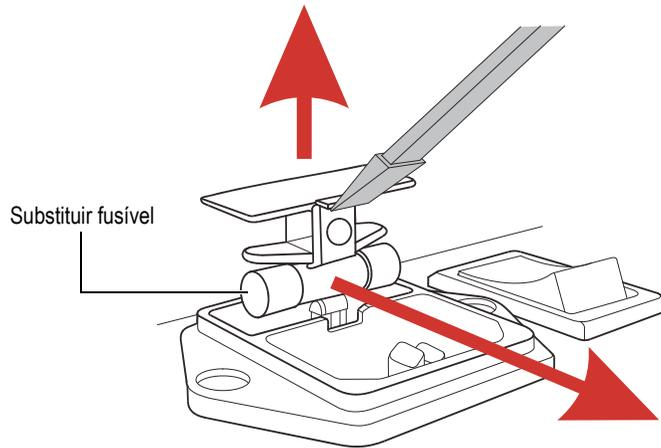

Figura 6-1 Substituir o fusível do OmniScan iX
2. Com uma chave de fenda de cabeça chata, remova o porta-fusível (veja Figura 6-1 na página 59).